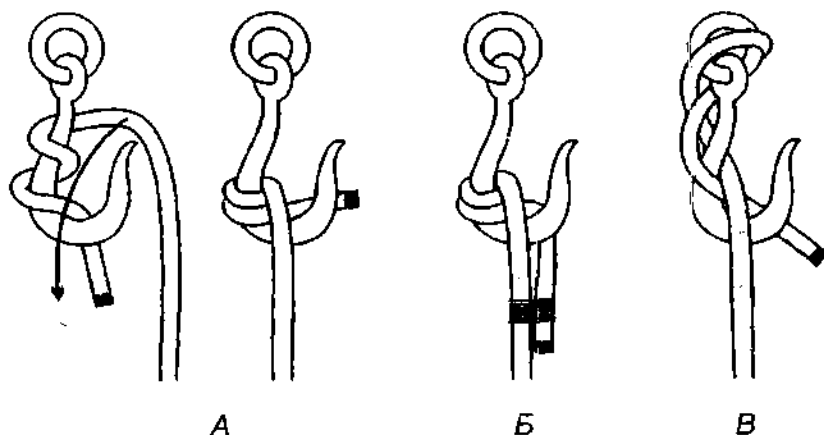

Рис. 963. Гачный узел со шлагом.
*Гачный узел со шлагом* – это тоже *самозатягивающийся полуштык*, но с дополнительным шлагом (рис. 963). *Гачный узел со шлагом* надёжнее, чем *гачный узел*.
Шлаг может быть положен на спинку (рис. 963 А) или шейку гака (рис. 963 В). *Гачный узел* со шлагом хорошо держит и на толстом и на тонком тросе.